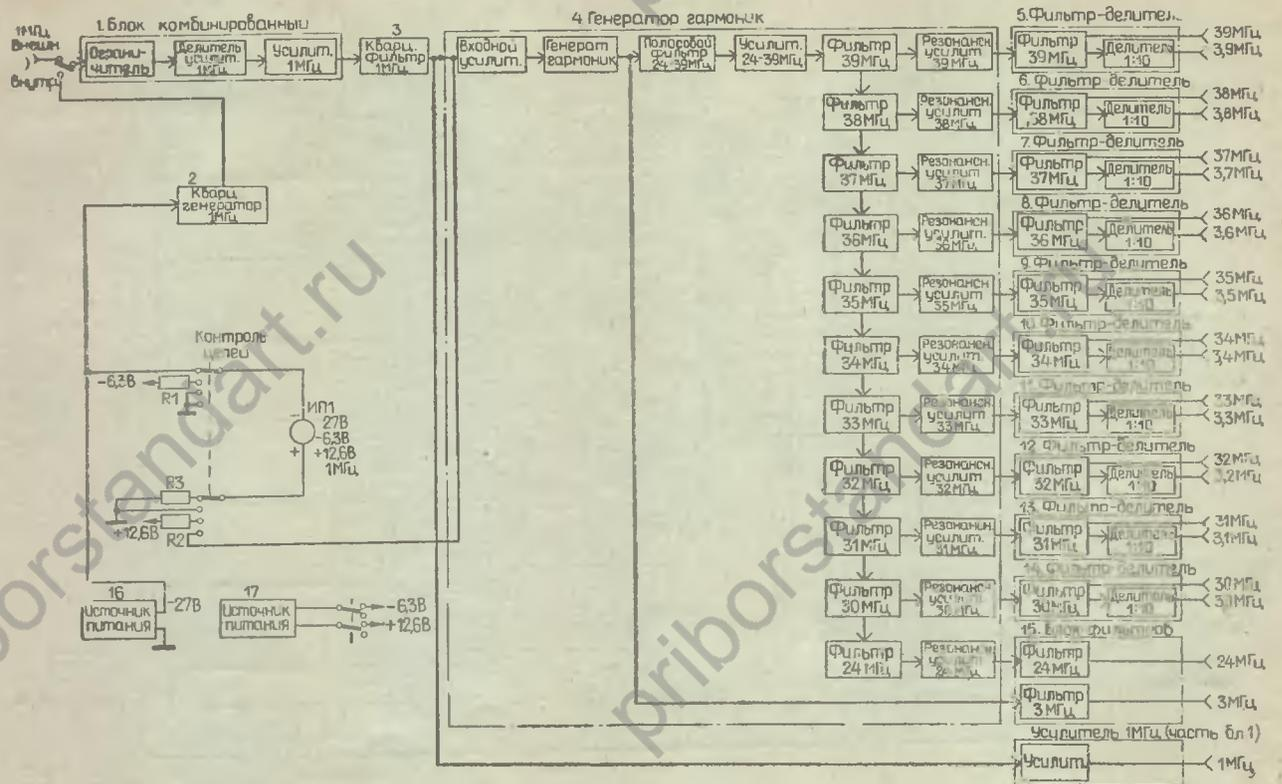

Рис. 3. Структурная схема БОЧ.
4.2.1. На рис. 3 приведена структурная схема ВОЧ. ВОЧ вырабатывает 22 спектрально чистых сигнала, необходимых для работы БСЧ.